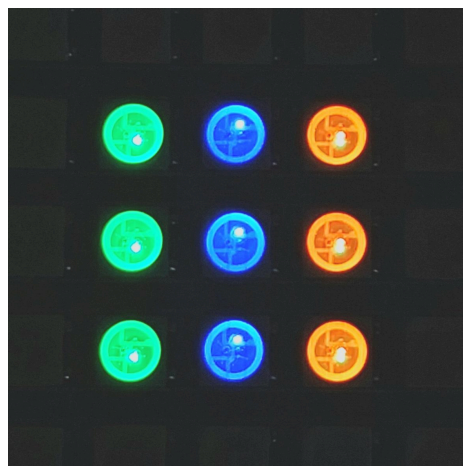

Figura 3 - Código de cores na matriz de LEDs
3. Implementada funções para manipular LEDs individualmente e uso facilitado de cores na matriz WS2812 (Figura 3).